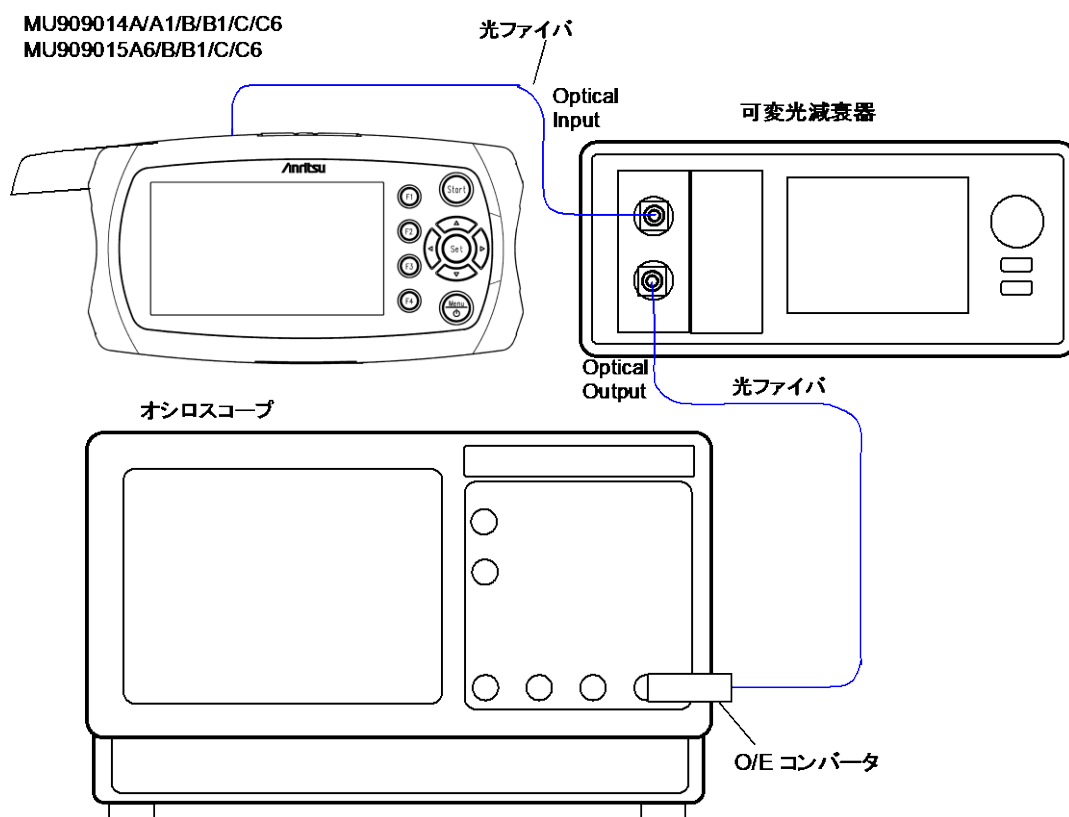

図11.1.3-1 パルス幅測定のための接続図
1. 本器と、測定器を図11.1.3-1 のとおりに接続します。